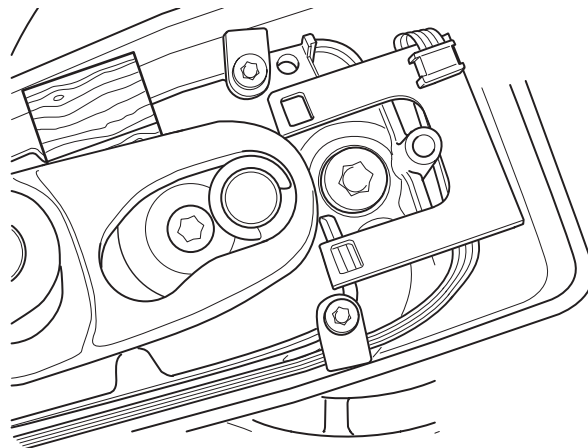

Fig. 1b
- Die Fußschaltleiste betätigen und die Kurbel in die in Fig. 1b gezeigte Stellung bringen.
- Den Lagerhebel gemäß der Fig. 1b abstützen.